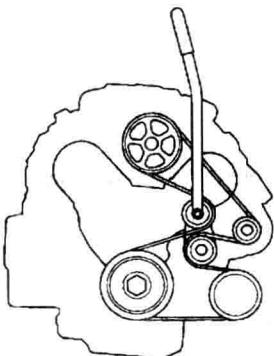

图 1-1-3 发动机传动皮带盘绕路径
3. 按照图 1-1-3 所示，记清发动机传动皮带的盘绕路径，以便重新安装。